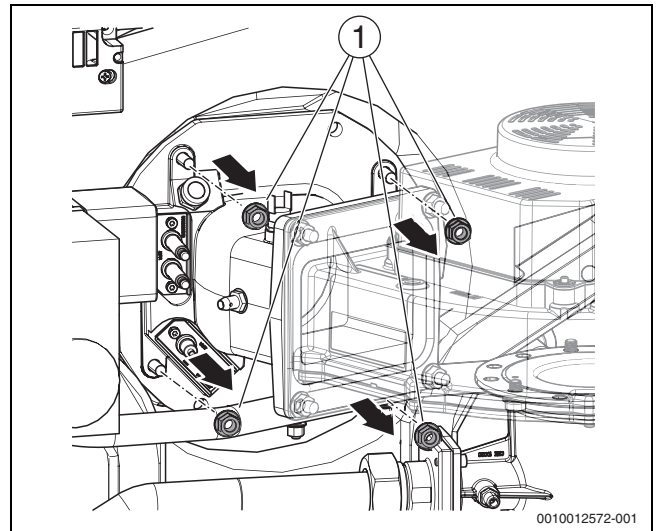
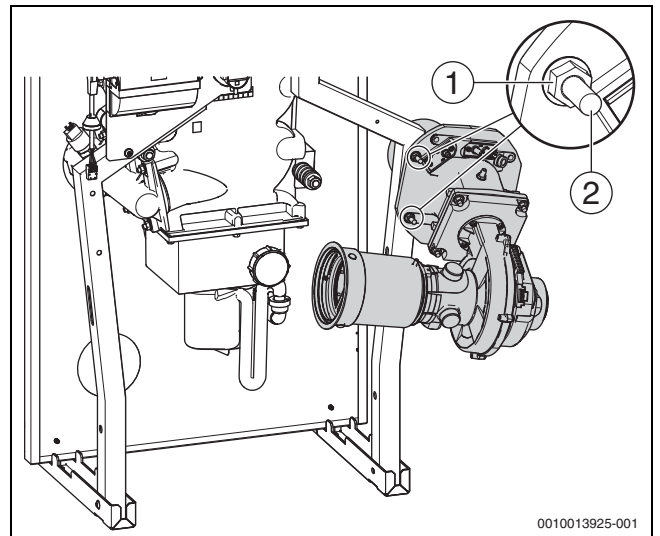

Bild 41 Muttern am Gemischkrümmer lösen
Bild 42 Brenner in Wartungsposition (Montage rechts)
- ▶ Brenner mit Flansch auf die werkseitig montierten Schrauben (→Bild 42, [2]) aufstecken und mit zwei der zuvor entfernten Befestigungsmuttern (→Bild 41, [1]) sichern.